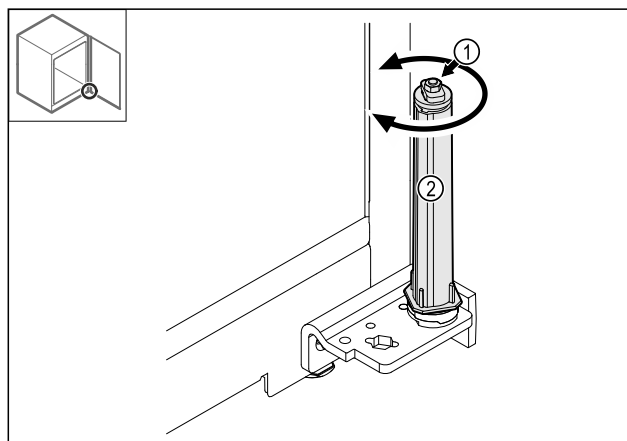

Fig. 40
- Neizjauciet slēgšanas sistēmas skrūsavienojumu Fig. 40 (1).
- Pagrieziet slēgšanas sistēmu Fig. 40 (2), līdz tā noklikšķ.